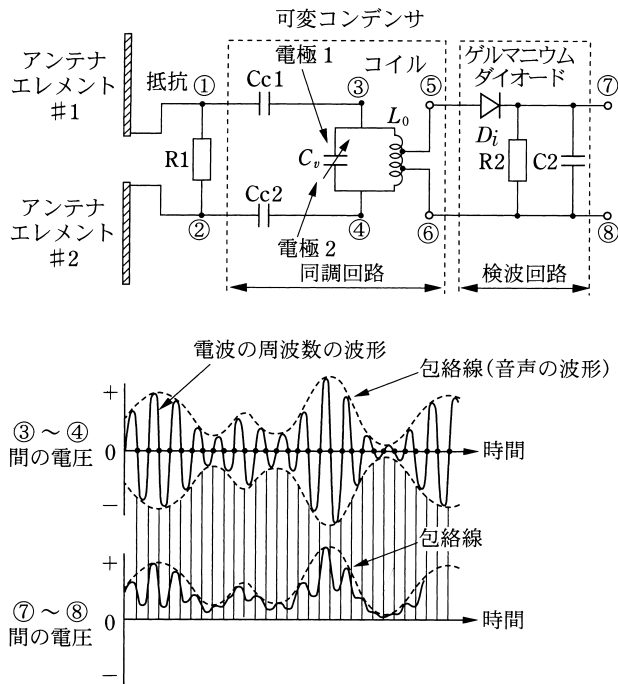

図2 振幅変調信号から音声信号を取り出す回路
AM 放送電波を受信するラジオは、アンテナ、同調回路、検波回路、イヤホンの四つの要素からできています。このラジオの動作原理を図 2 に示す受信機の回路図を参考にして調べていきましょう。
アンテナは電波のエネルギーを電気に変換するエネルギー変換器です。簡単なアンテナとしては、2本の電線をペアとして用いるダイポールアンテナがあります。これは電線をまっすぐ伸ばしたアンテナエレメント #1 と #2 を地面に対して垂直に立て、抵抗^(用語) R1 の両端につなぎます。電波が伝わってくると抵抗の両端に交流電圧が生じます。この電圧は電波の強さに比例し、また、電線が長いほど大きくなります。実は、オーロラの研究用に打ち上げられた我が国の人工衛星「あけぼの」には宇宙空間から地球周辺の電波を計るために電波受信機が搭載されていますが、その原理は図 2 のように抵抗 R1 に生じる電気信号をコンピュータで分析するようになっているのです。
検波回路は、同調回路によって選ばれた周波数の電波の包絡線を得るための大事な部分です。これは、ゲルマニウムダイオード^(用語) Di と抵抗 R2、固定コンデンサ C2 から構成されており、同調回路のコイルのポイント⑤、⑥に接続されています。ゲルマニウムダイオードの整流特性によって、回路図 2 の端子⑤の電圧が正のとき抵抗 R2 に電流が流れ、反対に負のときは電流が流れません。更に、コンデンサ C2 と R2 の働きによって、ポイント⑦と⑧の間には図 2 に示されるように包絡線に近い波形
最後に必要な部品はイヤホンです。これはポイント⑦と⑧の間に生じた低周波の電気信号を音波に変換するエネルギー変換器です。その構造は、黄銅の薄い振動板に薄いセラミック素子が張ってあり、低周波の電圧を加えると振動して音波を発生します（これを圧電効果といいます）。このようにしてラジオ放送の電波が音声なのです。なお、イヤホンはコンデンサの役割をするので、実際の製作では図 2 における C2 は省略します。
図4に示すように、作成したコイルと可変コンデンサ、市販のセラミックコンデンサ2個、ゲルマニウムダイオード1個、抵抗1個、そしてイヤホンをつなぎます。これらの電子部品の接続には、先に作った短いエナメル線をくるくるとねじって巻きつけます。そして、ペットボトルの中央にセロハンテープで張り付けます。最後に、可変コンデンサの電極②を本体にかぶせます。これでペットボトル鉱石ラジオが出来上がりました。なお、図2における抵抗R1はいりません。